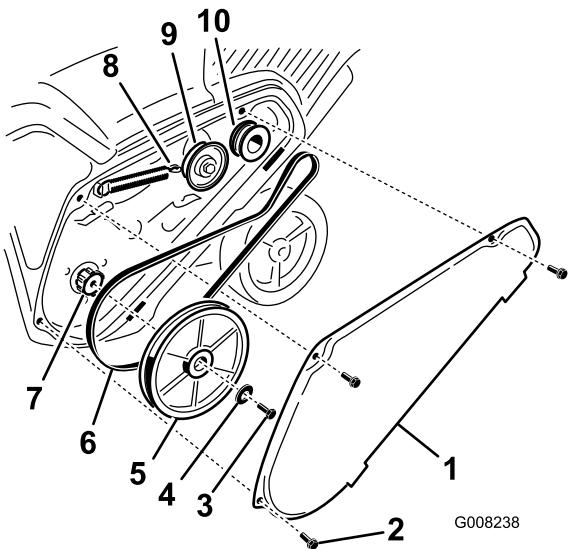

Figure 28
1. Enlevez le couvercle de la courroie d'entraînement après avoir retiré les 3 boulons comme illustré (Figure 28).
2. Décrochez le ressort de frein du bras de la poulie de tension pour détendre la courroie (Figure 28).
3. Enlevez la vis et la rondelle bombée qui retiennent la poulie de rotor (Figure 28).
4. Retirez la poulie de rotor et la courroie d'entraînement (Figure 28).
**Remarque:** Acheminez la courroie neuve autour de la poulie du moteur, puis de la poulie de tension, et enfin autour de la poulie de rotor desserrée, située juste au-dessus de l'arbre de rotor (Figure 28).
6. Montez la poulie de rotor sur l'arbre de rotor (Figure 28).
7. Montez la rondelle bombée et le boulon de fixation de la poulie de rotor, et serrez-les solidement (Figure 28).